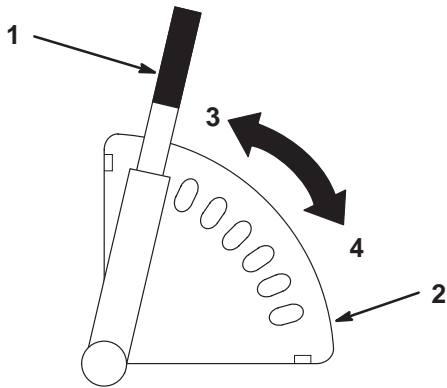

Figure 15
2. Écartez le levier de hauteur de coupe du cadran (Fig. 15).
3. Choisissez la hauteur de coupe voulue (Fig. 15).
4. Relâchez le levier pour le bloquer dans le cadran (Fig. 15).